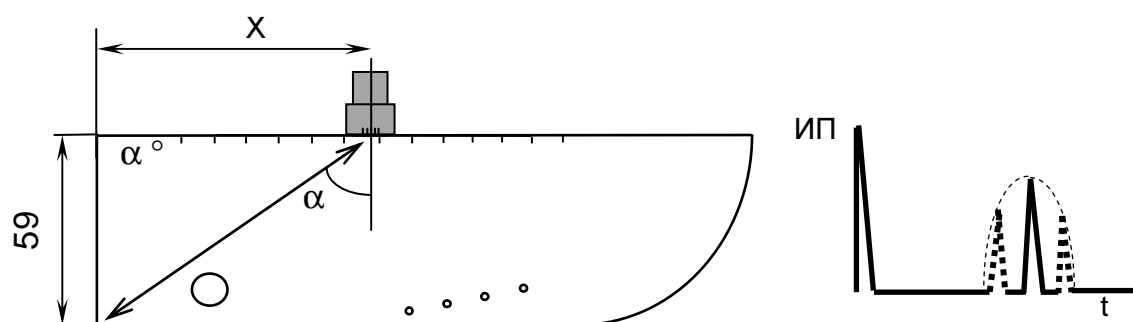

Рисунок 7.5
- б) установить ПЭП на поверхность образца СО-3Р (СО-2) и, перемещая ПЭП в небольших пределах, уточнить максимум эхо-сигнала от двугранного угла на глубине 59 мм (рисунок 7.5). Изменяя усиление кнопками  и , установить амплитуду эхо-сигнала, равную от 1,5 до 7,5 клетки по высоте А-развертки;
в) не сдвигая ПЭП, измерить расстояние X , мм, (см. рисунок 7.5) от левой боковой поверхности образца СО-3Р (СО-2) до фактической точки выхода луча ПЭП. Выполнить п. 7.4.4.1,е);